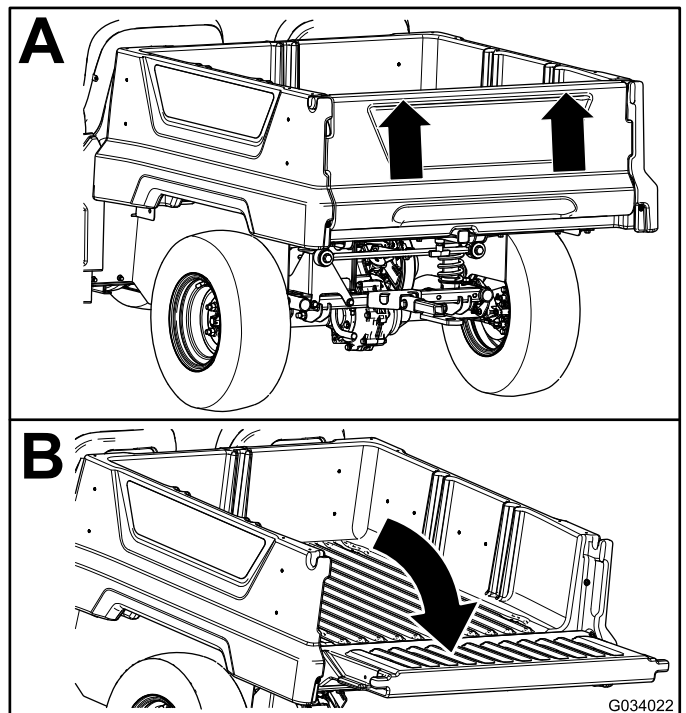

Bild 21
2. Heben Sie die Heckklappe mit beiden Händen an der Leiste oben an der Heckklappe an (Bild 21).
3. Senken Sie die Heckklappe ab, bis sie bündig mit dem Boden der Ladepritsche ist (Bild 21).